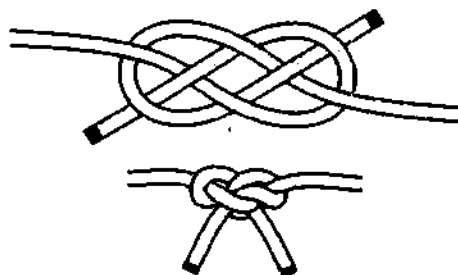

Рис. 926. *Плоский узел*.
*Плоский узел* является одним из самых старых узлов, знакомых издревле всем народам (рис. 926). В старину им завязывали пояса и галстуки. Изображение *плоского узла* у различных народов часто встречается в декоративных элементах ювелирных украшений, посуды, одежды, архитектурных сооружений.
После приложения нагрузки *плоский узел* выворачивается и принимает свою окончательную рабочую форму, совершенно не похожую на первоначальную, но остаётся надёжным и крепким узлом (рис. 926). *Плоский узел* красивый и симметричный до и после выворачивания, быстро